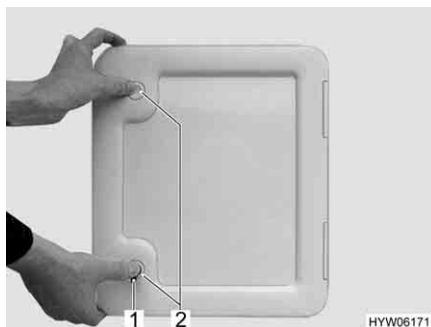

Fig. 223 Sportello per la cassetta Thetford
- Aprire lo sportello della cassetta Thetford all'esterno del veicolo. Inserire la chiave nel cilindro della serratura a pressione (Fig. 223,1) e ruotare in senso orario di un quarto di giro.
- Premere contemporaneamente con i pollici entrambe le serrature a pressione (Fig. 223,2) e aprire lo sportello per la cassetta Thetford.